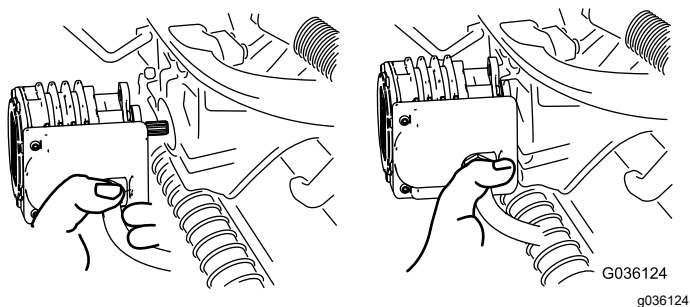

Figura 61
4. Mova o motor para o local de armazenamento na parte da frente do braço de suspensão (Figura 61).